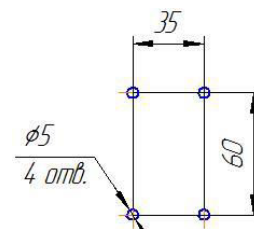

Рис.2
4.7 Схему расположения отверстий крепления на стене кронштейна поста газоразборного модели ППГЕЛ-10 см.рис.2.